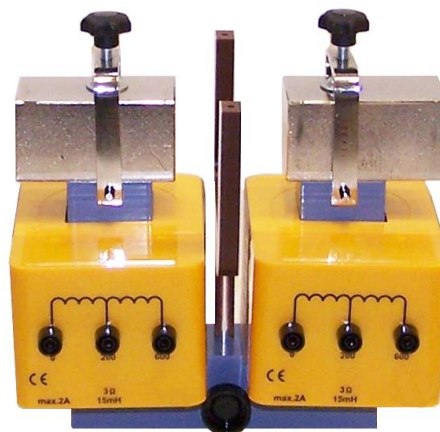

Fig. 4 Montagem sobre núcleo em U com bobinas, sapatas polares e suporte em U
- Colocar as sapatas polares sobre as culatras e fixar por meio dos tensores (ver Fig. 4).